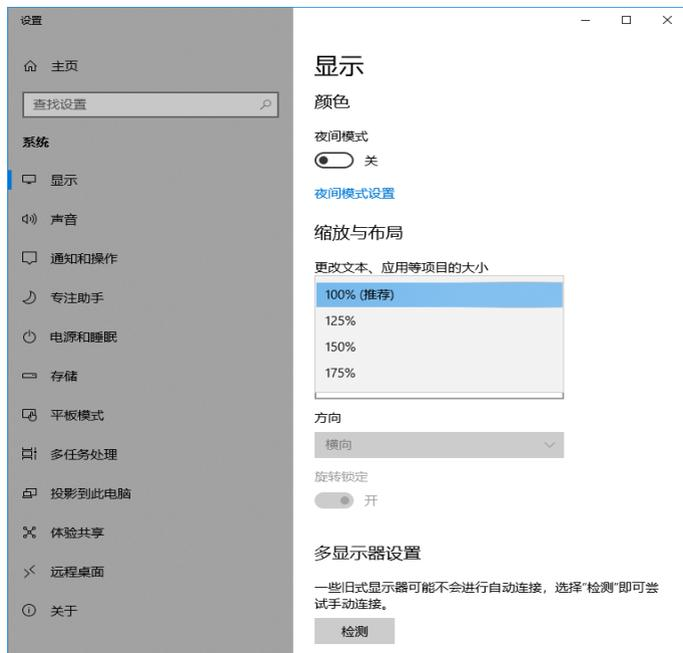

图55 在windows控制面板中设置文本大小-显示
**解决方案：** 在控制面板-外观和个性化-显示选择较小-100%(默认)来修改所有项目的尺寸。查看第62页第图55。